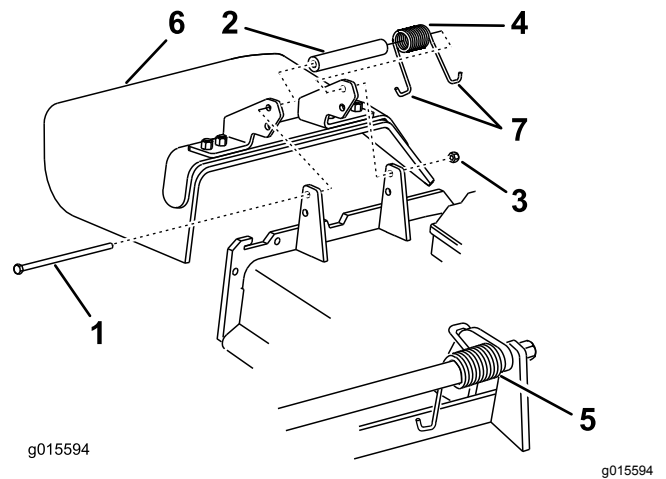

図 89
1. デフレクタをピボットブラケットに固定しているロックナット、ボルト、スプリング、スペーサを外す(図 89)。
2. 破損または古くなっているデフレクタを取り外す(図 89)。
注 必ず、スプリングのJフック端の1つをデッキエッジの後ろに引っ掛け、それからボルトを(図 89)のように取り付けてください。
6. J形端部のひとつをデフレクタに引っ掛ける(図 89)。